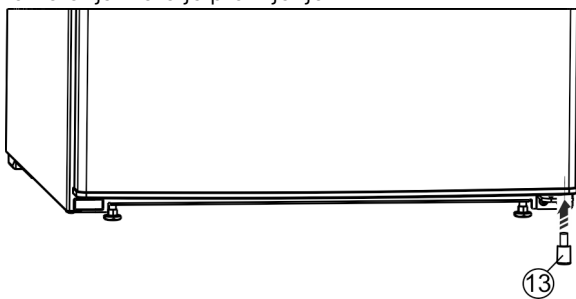

Fig. 26 *
- ▶ Razmačnik Fig. 26 (13) ponovno umetnite desno dolje u vrata jer je on važan za stabilnost uređaja.*